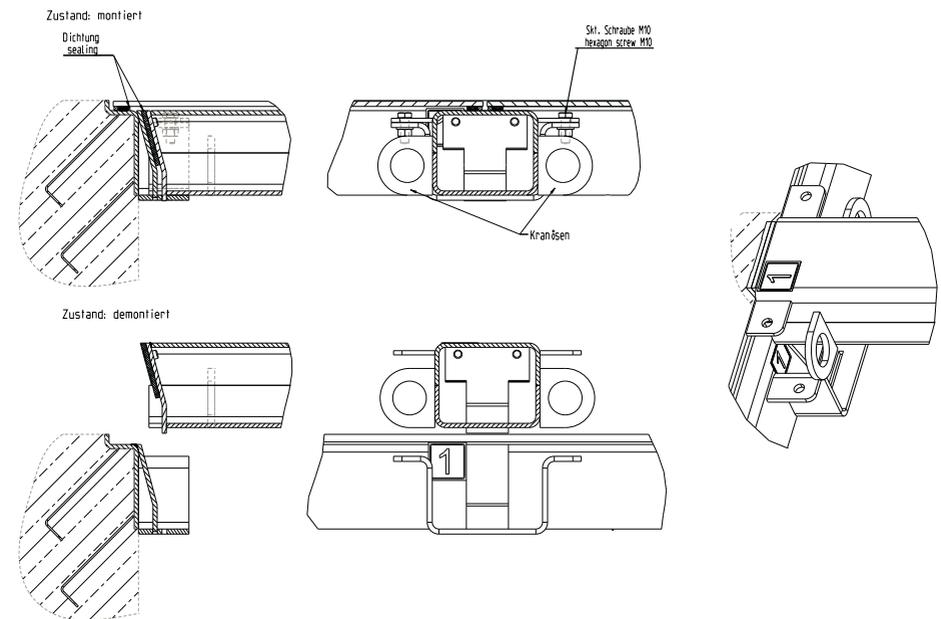

Abbildung 13 – SD7 Mittelsteg
4. Mittelsteg mittels Hebezeug gleichmäßig aus den Aufnahmen heben → Mittelsteg nicht verkanten. Anschließend an einem sicheren Platz lagern. Mittelstege kennzeichnen um ein Vertauschen oder Verdrehen beim Wiedereinbau auszuschließen. In der Regel ist dies bereits ab Werk durch Aufkleber auf Rahmen und Mittelsteg gekennzeichnet. (siehe Abbildung 13)
1. Mittelsteg mittels Hebezeug gleichmäßig in die Aufnahmen einführen. → Mittelsteg nicht verkanten! Auf die Ausrichtung des Mittelsteges achten. Nummern auf Rahmen und Mittelsteg müssen identisch sein. (siehe Abbildung 13)